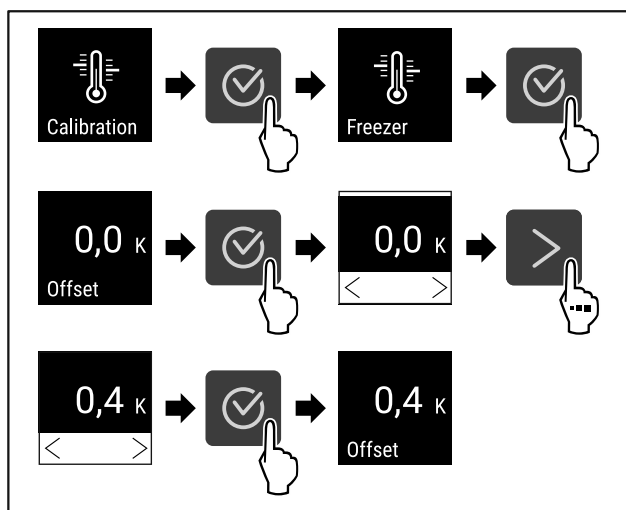

Fig. 96
- Suivre les étapes (voir Fig. 96) .